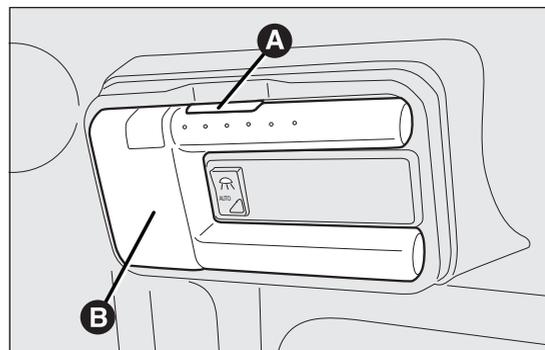

fig. 154
- ☐ premere il pulsante A fig. 154 ed estrarre la plafoniera asportabile B;